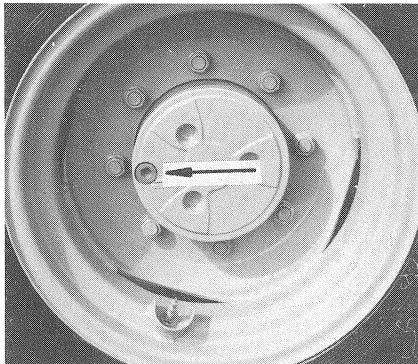

Bild 49
- (2) Aus dem Planetengetriebe Verschlußstopfen herausdrehen (Bild 49/Pfeil). Der Ölstand muß bis zur Verschlußstopfenbohrung reichen.
- (2) Das Rad so drehen, daß der Verschlußstopfen (Bild 49/Pfeil) in unterster Lage steht, Verschlußstopfen herausdrehen.
- (2) Unscrew the plug from the planetary gear (fig. 49/arrow). Oil level should reach the plug bore.
- (2) Turn the wheel in such a way that the plug (fig. 49/ arrow) is placed in the lowest position. Unscrew plug.
- (2) Dévisser le bouchon du réducteur planétaire (fig. 49/ flèche). Le niveau d'huile doit atteindre le taraudage du bouchon.
- (2) Tourner la roue pour placer le bouchon (fig. 49/flèche) tout en bas. Dévisser le bouchon.